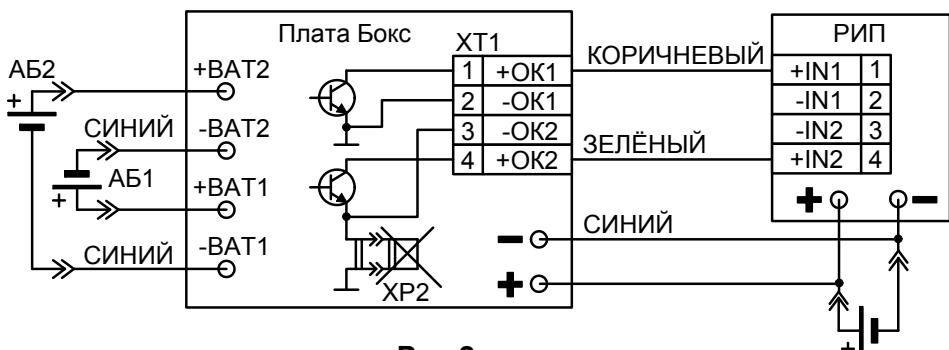

Рис.2
– по интерфейсу, в случае его подключения к РИП имеющие специальные входы (схема подключения Рис.2);
2.2.4 Порядок подключения к РИП (схема Рис.2).
1) Подключить провода кабеля, идущего от интерфейсного разъема XT1 Бокса, к соответствующим клеммам РИП согласно схеме приведенной на Рис.2. Неиспользуемые провода заизолировать.
5) Подключить клеммы выходного кабеля, **соблюдая полярность**, непосредственно к выводам АБ, которая устанавливается в источник питания РИП (т.е. параллельно клеммам источника питания, см. рис.2).
2.3.1 Для работы Бокса совместно с приборами, имеющими специальные входы IN1 и IN2, подключение производится по схеме на рис.2. Использование специального интерфейса позволяет управлять работой Бокса, и получать информацию о его состоянии. Это даёт возможность наиболее полно использовать ресурс внутренних АБ Бокса.